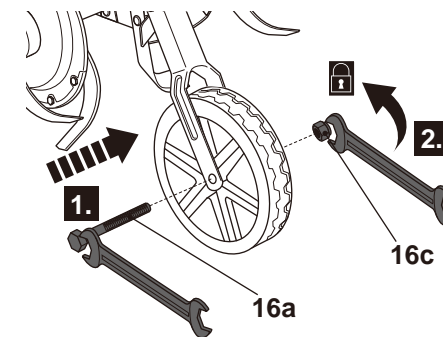

Fig. 6
- > Introduza o parafuso (16a) através dos orifícios e da roda (16) (Fig. 6, passo 1) e fixe a roda (16) com o parafuso (16a) e a porca (16c) (Fig. 6, passo 2).